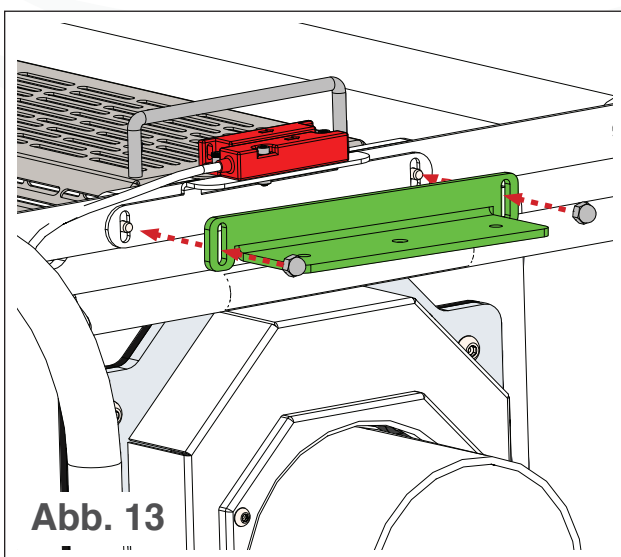

Abb. 13
- Befestigen Sie die Trichterhalterung mit Schrauben und Unterlegscheiben an der erhöhten Seite des T2 (siehe Abb. 13):